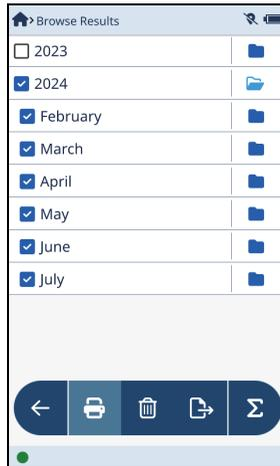

图 2-40 浏览结果：月份信息
2. 点击一个年份，显示这一年的月份信息（参见第55页的图 2-40）。